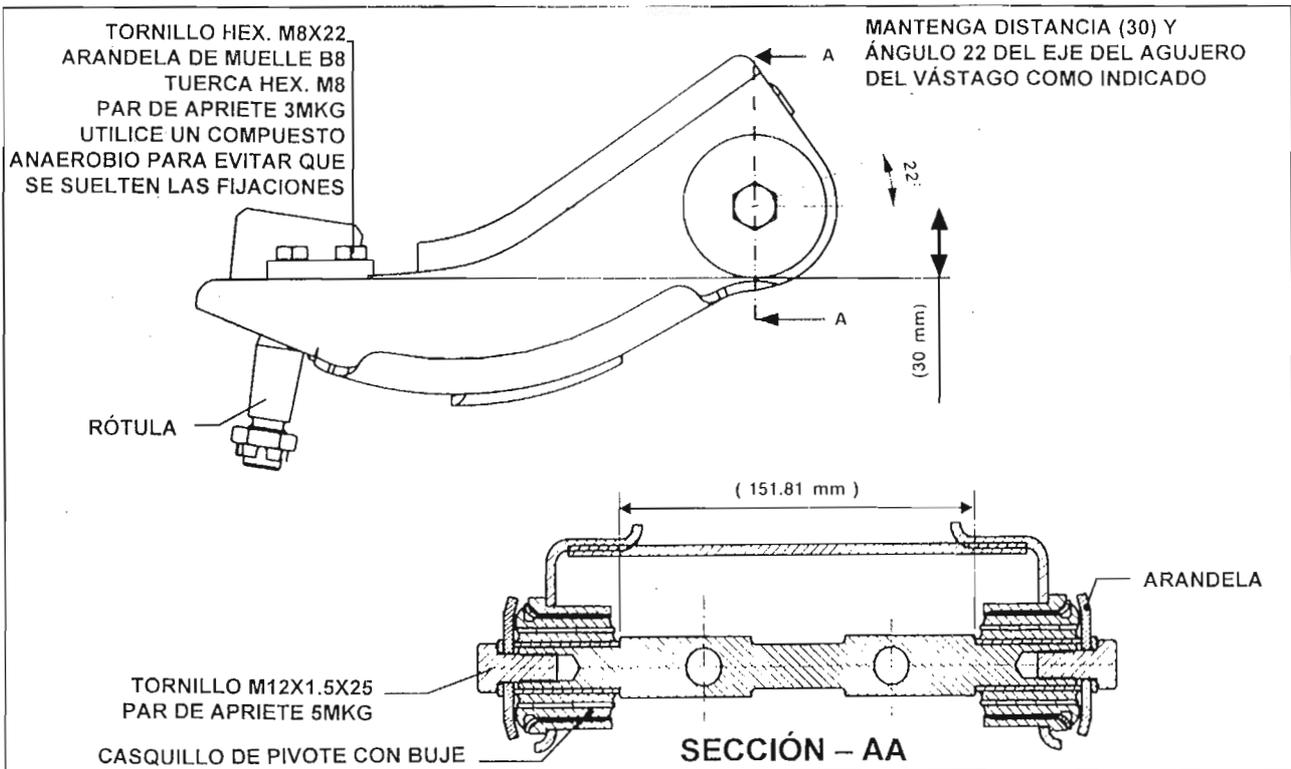

Fig.15 - Conjunto de la horquilla superior
- Coloque las arandelas, las arandelas de muelle y los tornillos M12 que conectan el vástago y la horquilla superior. Mantenga un ángulo de 22° y una altura de 30mm desde la superficie plana de la horquilla, como indicado en Fig.15. Apriete los tornillos a un par de apriete de 5mkg.